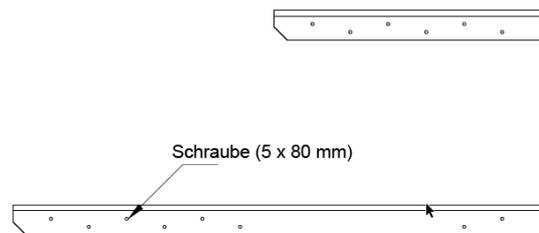

Abbildung 19
4. Mit selbstbohrenden Schrauben (5 x 80 mm) anschrauben (Abbildung 19).